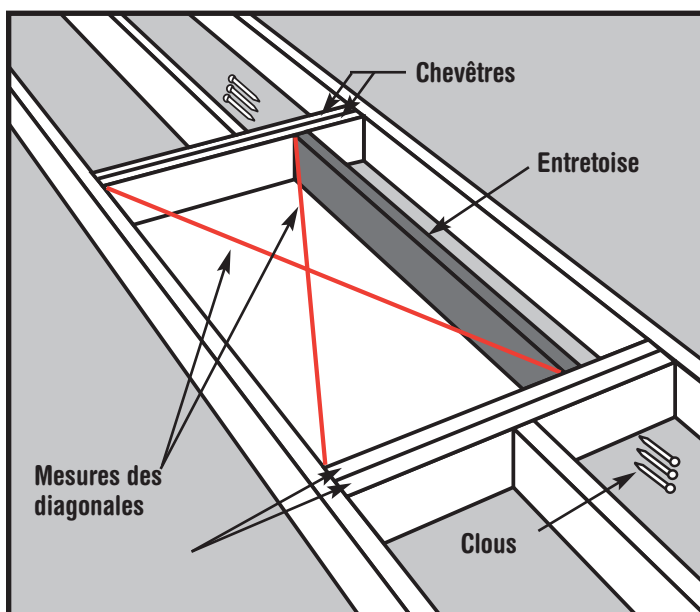

Figure 18
- Étape 4. Positionnez le ou les tirants le long du ou des côtés non-encadrés de votre emplacement (Voir la Figure 18).
- Étape 5. Pour fixer le ou les tirants sur les chevêtres, utilisez des clous qui soient suffisamment longs pour traverser les deux chevêtres et entrer dans l'entretoise d'au moins 2.5 cm (1"). Mettez le ou les tirants perpendiculairement aux chevêtres et plantez (3) clous 16d au travers des chevêtres et dans les tirants.
- Vérifiez la perpendicularité, puis clouez à l'autre extrémité. Vérifiez la perpendicularité des côtés de l'ouverture en mesurant ses diagonales. Ces mesures doivent être égales à 3 mm près pour que la perpendicularité soit acceptable (Voir la Figure 18).